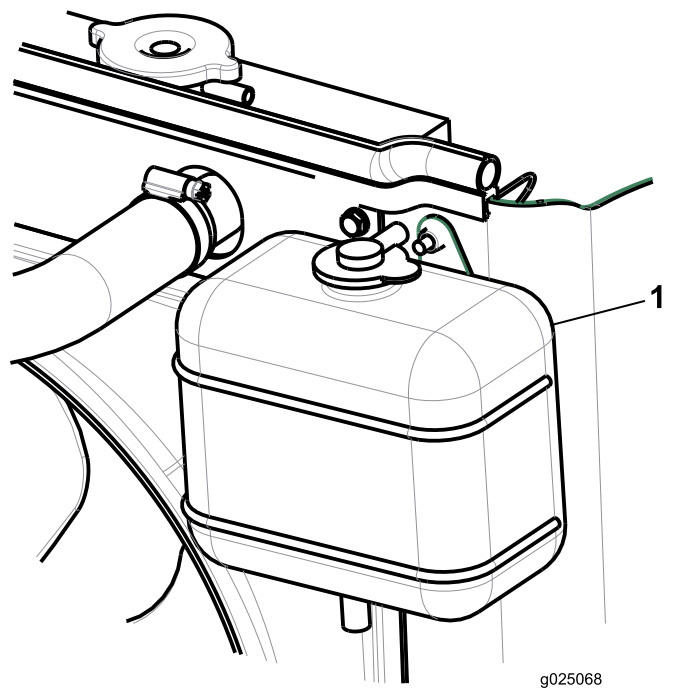

Figura 26
2. Controllate il livello di refrigerante nel serbatoio di espansione (Figura 26).